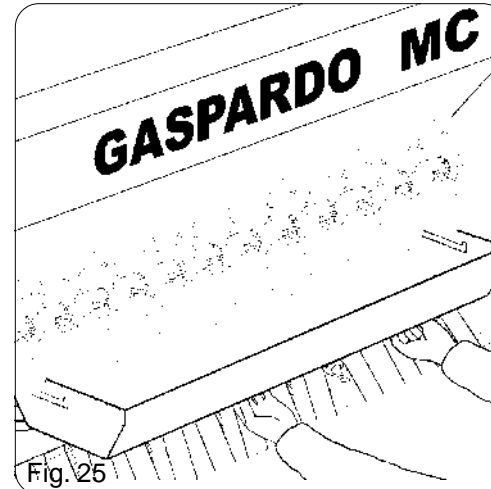

Fig. 25
- Sganciare le vasche raccogli semi (Fig. 25) e posizionarle sotto le bocche di uscita semi.
- Release the seed-holder tanks (Fig. 25) and position them beneath the seed discharge mouths.
- Die Samenbehälter (Abb. 25) aushängen und sie unter die Samenausgangsstutzen stellen.
- Décrocher les cuves à semences (Fig. 25), qui seront positionnées sous les goulots de sortie des graines
- Desenganchar las cubas de recolección de las semillas (Fig. 25) y situarlas debajo de las bocas de salida de las semillas;